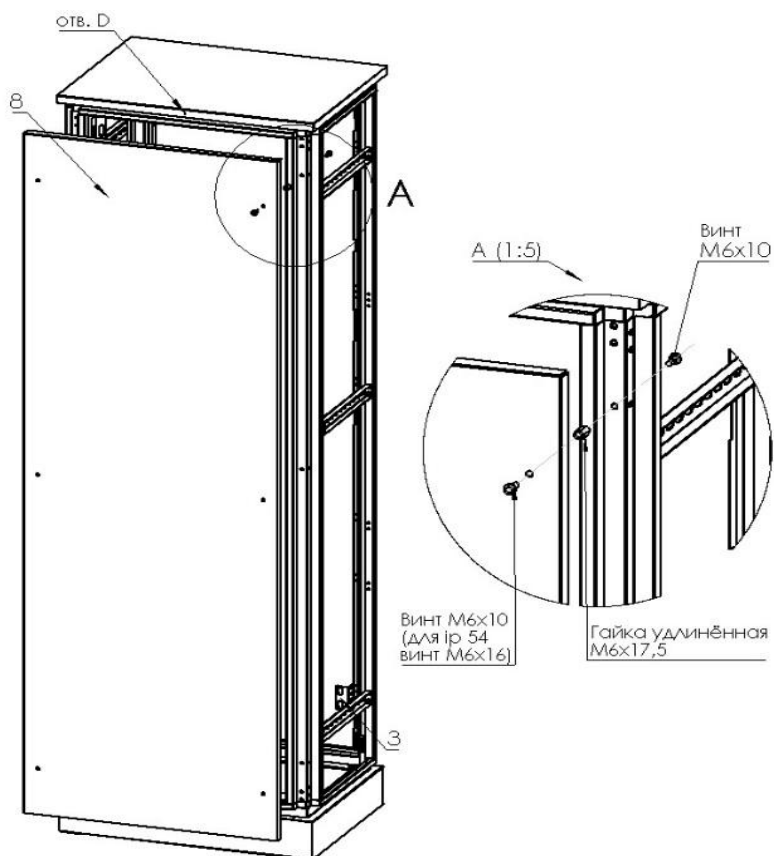

Рис.3 Установка задней стенки.
- 1) Установить на стойках гайки удлинённые М6х17,5 **рис.3 вид А.**
- 2) Установить заднюю стенку и закрепить винтами **рис. 3.**